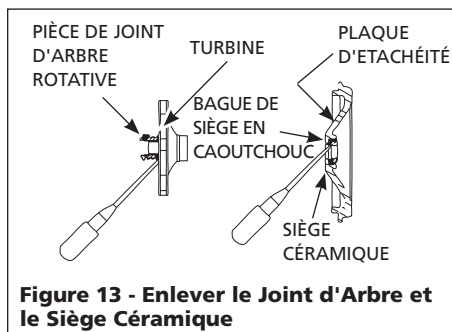

Figure 13 - Enlever le Joint d'Arbre et le Siège Céramique
9. Sortir la section du joint de l'arbre rotatif (incluant le col d'inoxydable et la garniture de caoutchouc) de l'impulseur (figure 13).
10. Appuyer sur, ou soulever la siège céramique de la plaque d'étanchéité (Figure 13).